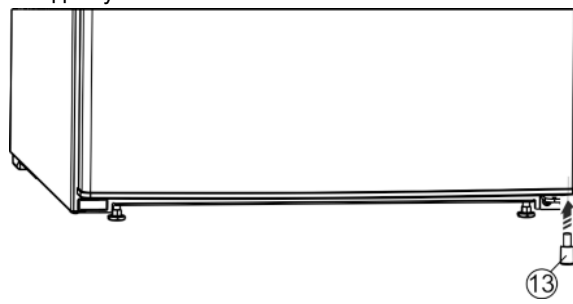

Fig. 10
- ▶ Знову вставте розпірку Fig. 10 (13) у дверцята внизу справа, оскільки вона потрібна для забезпечення стійкості пристрою.